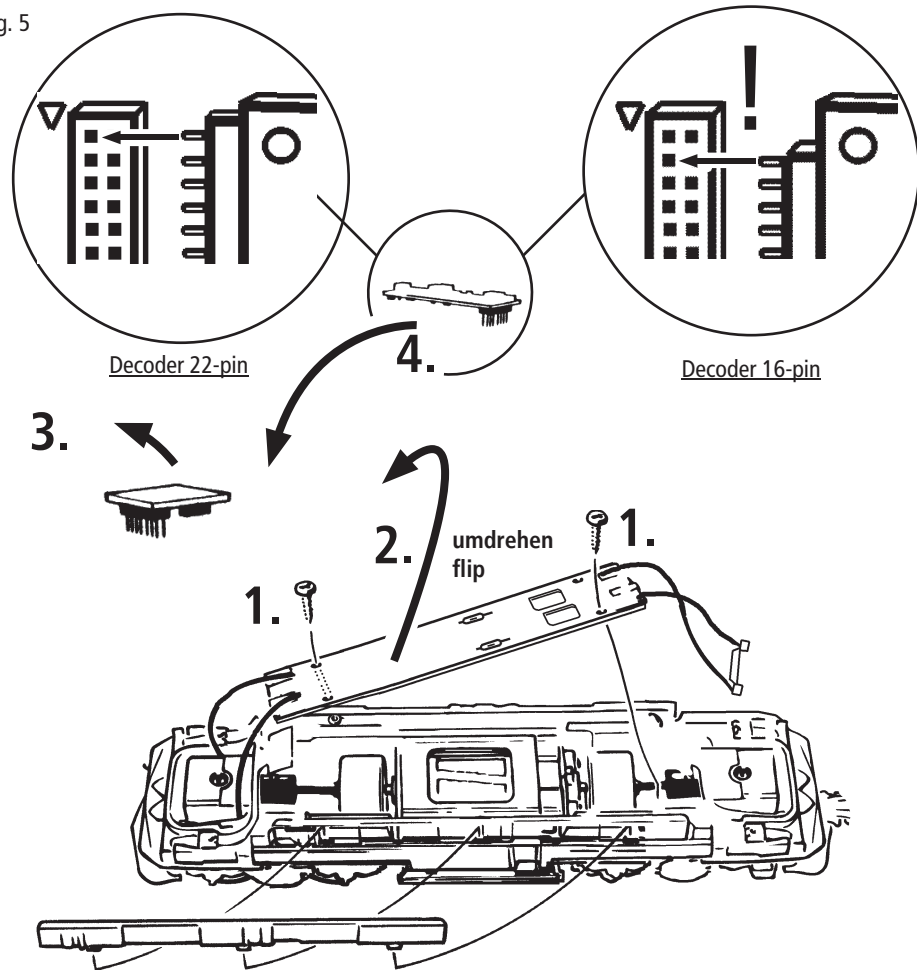
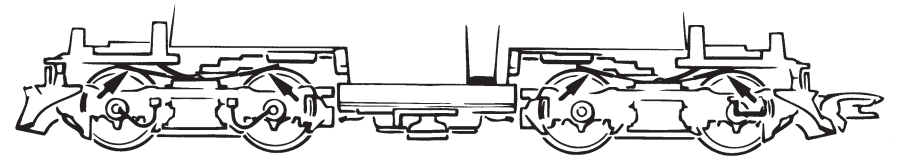
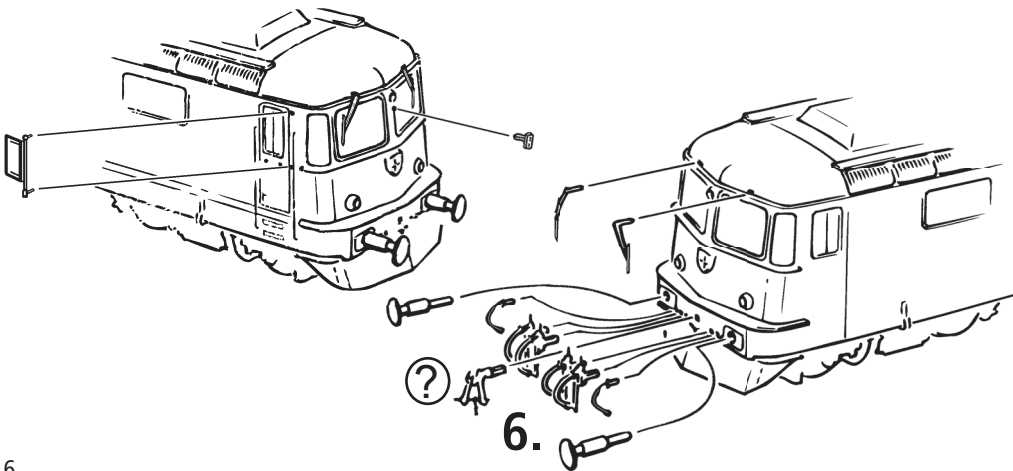

Fig. 6
Fig. 8
Fig. 3
**2. Schmierung:** Versehen Sie die im Schmierplan in Fig. 6 gekennzeichneten Stellen mit nur **kleinen Öltropfen**. Dazu zuerst das Lokgehäuse abnehmen (Fig. 3). Wir empfehlen den **ROCO Öler Art.-Nr. 10906**. Fürs Schmieren der Getriebeteile (Zahnräder, Schnecke) empfehlen wir das **ROCO-Spezialfett Art.-Nr. 10905**. Im Falle der Schmierung diese Teile **nicht ölen**.
**Mehrzugbetrieb:** Zuerst Lokgehäuse abnehmen (Fig. 3). Danach den Brückenstecker aus der Schnittstelle entfernen (diesen sorgsam aufbewahren). Danach den Stecker des Steuerbausteins lagerichtig einsetzen (siehe Fig. 5).
**4. Kohlebürstenwechsel:** Lokgehäuse abnehmen (Fig. 3). Danach wird der Motor ausgebaut und die Kohlebürsten ausgewechselt (Fig. 8).
**2. Lubrication:** Apply **tiny oil drops** to spots marked in fig. 6. Prior to lubrication dismantle locomotive (fig. 3). We recommend using item no. **10906, Roco oiler**. For lubrication the gearparts (e.g. cogwheels, worm) we should recommend our Roco **special grease** (item no. **10905**).
**4. Carbon Brush Changing:** First remove loco body (fig. 3), and then the motor (fig. 8).
**2. Graissage:** N'appliquez **qu'une toute petite goutte** aux endroits indiqués par le plan de graissage (fig. 6) après avoir démonté la caisse de la locomotive (fig. 3). Nous vous recommandons **le graisseur à huile Roco réf. 10906**. Pour graisser les engrenages (roues dentées, vis sans fin) nous vous conseillons la **graisse spéciale Roco réf. 10905** pour engrenages en matières synthétiques. Lorsque vous utilisez cette graisse il faut éviter d'huiler ces composants.
**4. Remplacement des balais du moteur:** Démontez la caisse (voir fig. 3). Démontez ensuite le moteur et échangez le balais (fig. 8).